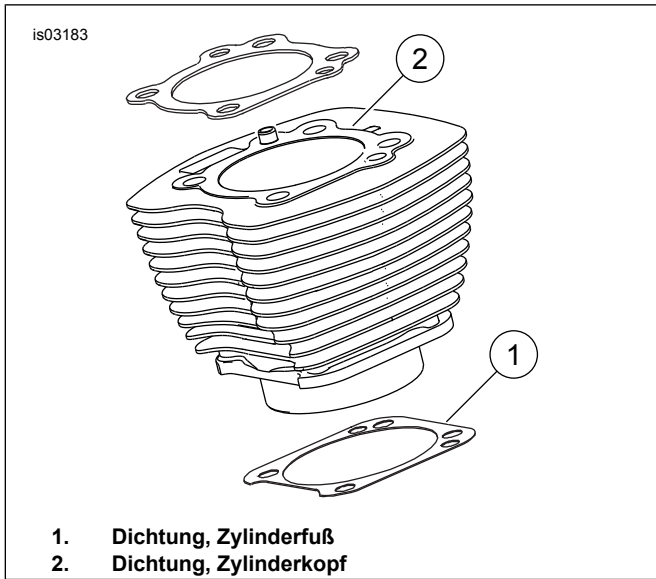

Abbildung 1. Zylinderdichtungen
Siehe *Abbildung 1. Die 4,060-in-Zylinderfußdichtung (1) und die Zylinderkopfdichtung (2) eliminieren den Bedarf an O-Ringen. Keine O-Ringe an Zylinderausrichtstiften oder Zylinderaufnahmen benutzen.*